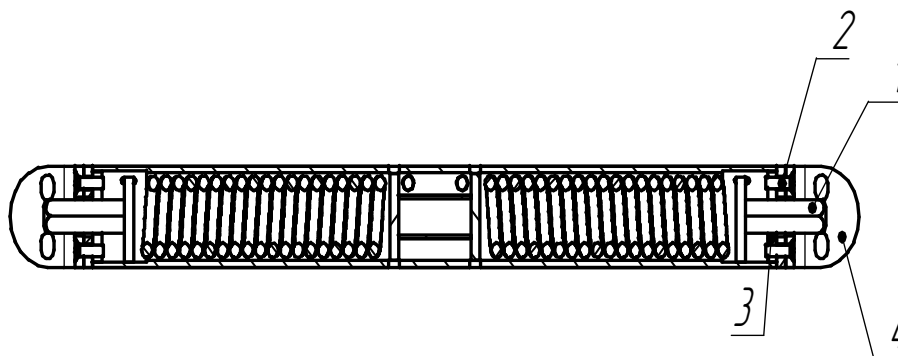

Рис.4
- а) удерживая ключом шестигранник (рис. 4 поз.1) вывернуть винты (рис. 4 поз.2).
- б) повернуть шестигранник в сторону увеличения усилия до совмещения следующего отверстия в шайбе (рис. 4 поз. 3) и кронштейне (рис. 4 поз. 4)
- в) завернуть винты (рис. 4 поз. 2) до упора, затем ослабить на 1\6 оборота.